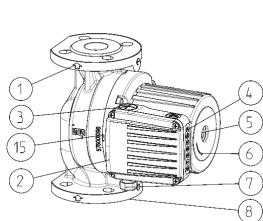
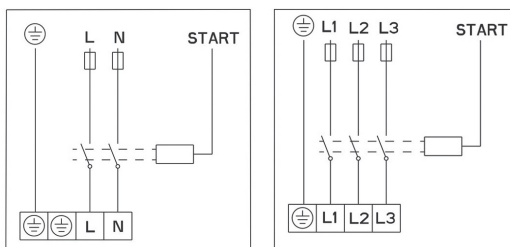

fig. 1
fig. 3
- la pompa va montata direttamente nelle tubature mantenendo orizzontale l'asse della pompa 1-1 (fig. 3).
- la direzione del flusso dell'acqua attraverso la pompa deve coincidere con la direzione della freccia sul telaio della pompa (fig. 1-POS.1).
- le flange di montaggio sono PN 6/10 (fig. 1 – POS. 8)
- GHN (basic auto), GHNM (basic, auto) – le pompe dispongono di un telaio idraulico semplice (fig. 1 – POS. 8)
Il conduttore di allacciamento viene collegato tramite il raccordo M20 (fig. 1 - POS. 7).
Il collegamento elettrico va effettuato secondo lo schema di collegamento (fig. 3) riportato sulla parte inferiore del coperchio del motore. Prima del eseguire il collegamento bisogna svitare il coperchio superiore (fig. 1 - POS. 2)
Nelle pompe di tipo GHN (basic, auto), GHND (basic, auto), GHNM (basic, auto), GHNMD (basic, auto) il rotore è immerso nell'acqua e posto su particolari cuscinetti lubrificati con l'acqua e perciò prima dell'avviamento bisogna riempire la pompa con l'acqua ed eliminare l'aria. L'aria va eliminata dalle pompe svitando la vite sul lato posteriore dell'elettromotore (fig. 1 - POS. 5) che determina l'uscita dell'aria attraverso la fessura tra l'albero del motore ed il cuscinetto. Quando comincia a uscire l'acqua bisogna chiudere le valvole dal lato dell'aspirazione e quello della pressione della pompa e avviare la pompa. Se l'albero gira nella direzione sbagliata comincerà a lampeggiare l'indicatore rosso.
Ogni pompa è capace di coprire l'area di tre caratteristiche idrauliche. Ciò viene reso possibile grazie al montaggio di un elettromotore dotato di tre differenti velocità. Per ottenere le caratteristiche prescelte ovvero le velocità, ① ② ③ la pompa dispone di un tasto da premere  (fig. 1-POS.4) con il quale si commutano le velocità.
Spegnere la pompa, chiudere le valvole sulla parte di pressione e di aspirazione della pompa, svitare la vite di sfianto con il cacciavite (fig. 1-POS.5) che va immesso nell'intaccatura sull'albero. Questo va girato fino a che non svanisce la forza di attrito. Stringere quindi la vite di sfianto.